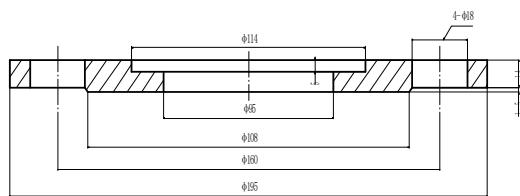
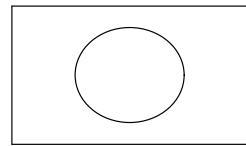
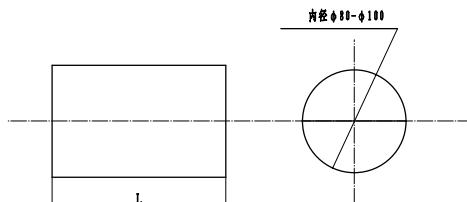

图 3 (法兰)
图 4 (钢板)
图 5 (钢管)
(2) 准备法兰、钢板及钢管(见图3、图4、图5)
外径厚度  $\delta = 8 \sim 10\text{mm}$ 。(见图 4)
如料仓为露天，需要加防霜罩，所以 L 要求固定到仓顶后高度为 100mm 左右，如在有房屋的条件下，可加长至 300~400mm。(见图 5)